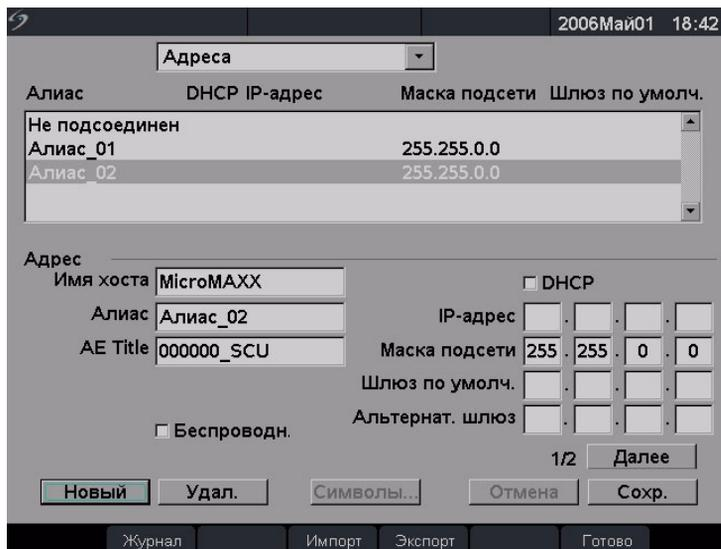

Рис. 4 Настройка параметров адресов DICOM (страница 1)
- 4 Выберите **Новый**. См. **Рис. 4** на стр. 175.